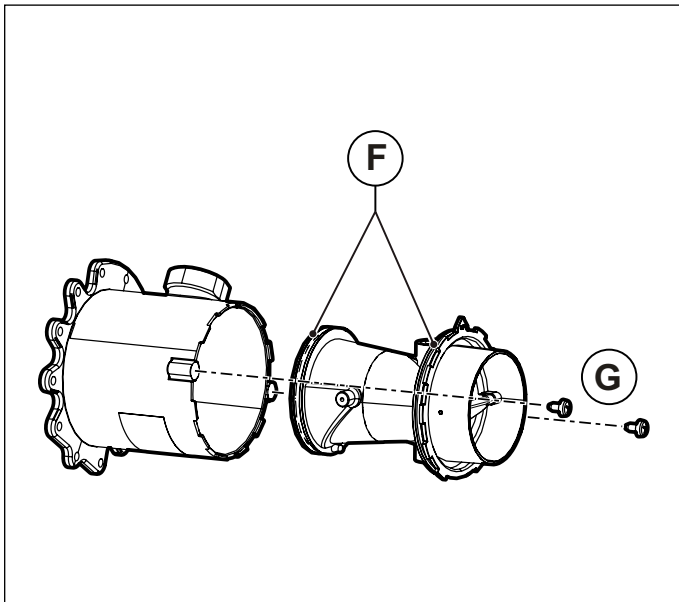
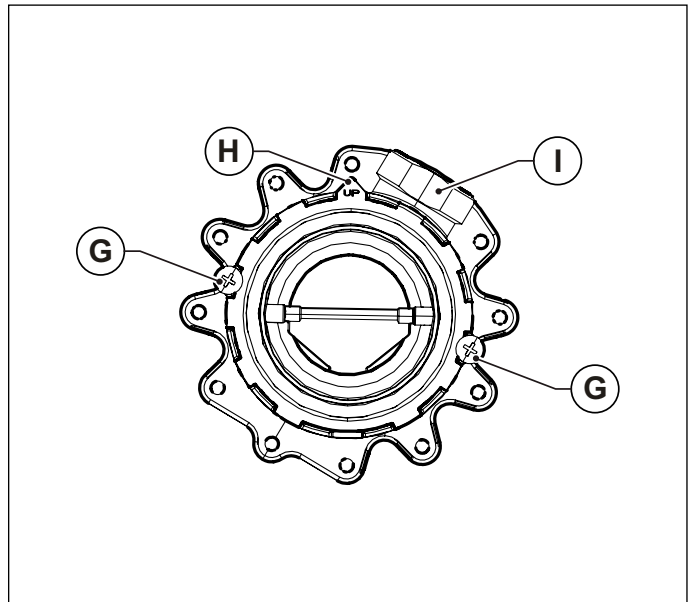

Fig. 40 Corpo in plastica del miscelatore
Fig. 41 Orientamento di montaggio
- Sfilare il corpo in plastica del miscelatore svitando le due viti di fissaggio **G** (vedi Fig. 40 Corpo in plastica del miscelatore).
- Avvitare il corpo in plastica al miscelatore con le viti di fissaggio **G** avendo cura di non danneggiare le guarnizioni o-ring **F** e di rispettare l'orientamento di montaggio (vedi Fig. 40 Corpo in plastica del miscelatore e Fig. 41 Orientamento di montaggio).